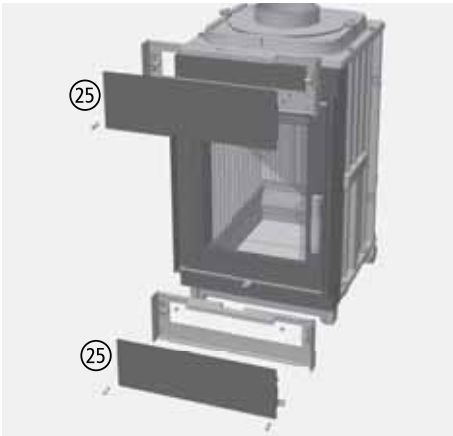

Abb. 7.12 Glassegmente der Frontplatte
②⑤ Glassegment oben/unten (zum Frontplattenset) (s. Abb. 7.12)	1005-03934